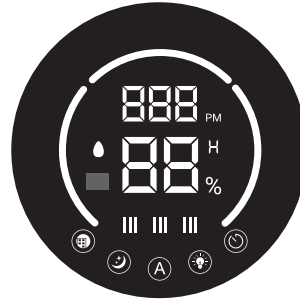

Рис. 4.
8. Если резервуар пуст, продукт все равно будет работать как очиститель воздуха. Наполните бак водой, чтобы использовать функцию увлажнителя. Когда резервуар пуст, на экране дисплея 10 раз мигнет капля воды, после чего она станет красной. Индикация исчезнет, как только бак будет наполнен водой. (Рис. 4)